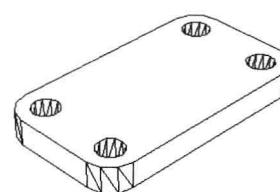

图 9-6-2
(4) 在“建模”面板中单击“按住／拖动”按钮，在图形内部单击，向上移动光标，输入“36”，按 Enter 键，创建了三维实体，如图 9-6-2 所示。